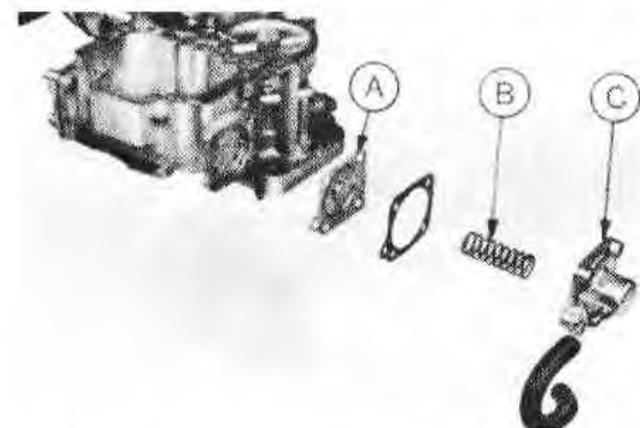

Рис.3.60. Диафрагма противоостановочного устройства (А), возвратная пружина (В) и корпус (С) (Разд.26)
17. Установите на место диафрагму противоостановочного устройства, если она имеется (Рис.3.60).